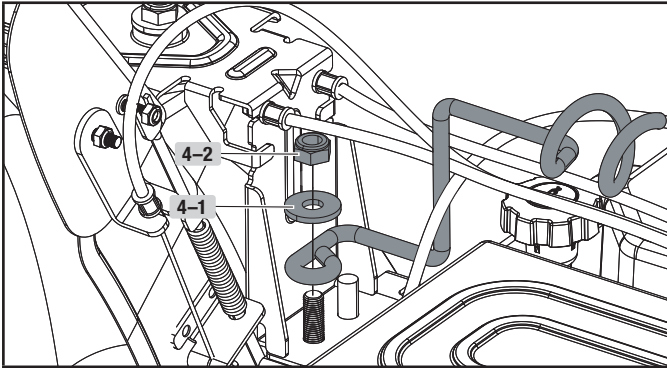

Figure 4
4. Placez la tige de support pour câblage de la goulotte d'éjection sur le support d'éjection à l'aide de la rondelle (4-1) et de l'écrou (4-2). Serrez bien l'ensemble (figure 4) en utilisant l'outil inclus ou vorte proper cle de 16mm. Cette tige sert de guide par lequel tous les câbles passent au-dessus du moteur depuis la zone de la goulotte.